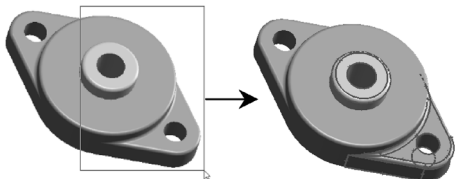

图 1-13 框选选择对象
- **框选**：可以通过拖动选框来选择对象，利用鼠标在对象周围拖出一个方框，方框内的对象将全部被选中，如图 1-13 所示。可以在选取对象时按住〈Ctrl〉键，通过拖动多个选框来选择多组对象。